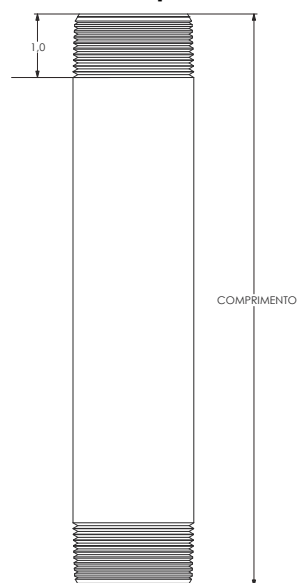

**Figura 4**
- Instale e aperte os parafusos de fixação (padrão (F) ou de segurança (G), conforme desejado) usando a chave (J) (Veja a figura 4).